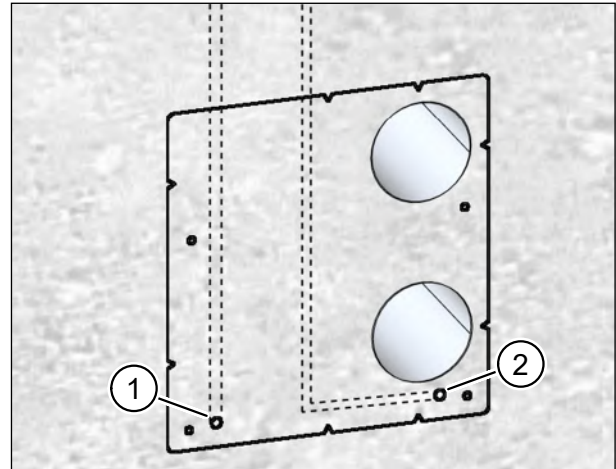

Abb. 21: Mauernut für Netzkabel und ggf. Steuerkabel fräsen
- ▶ Fräsen Sie ausgehend vom Kabeldurchlass (Pos. 1 in Abb. 21) eine Mauernut für das Netzkabel.
- ▶ Fräsen Sie ggf. ausgehend vom Kabeldurchlass (Pos. 2 in Abb. 21) eine Mauernut für das Steuerkabel (nur bei Lüftungsgeräten mit Steuerkabelanschluss, siehe Tab. 4 auf Seite 29).